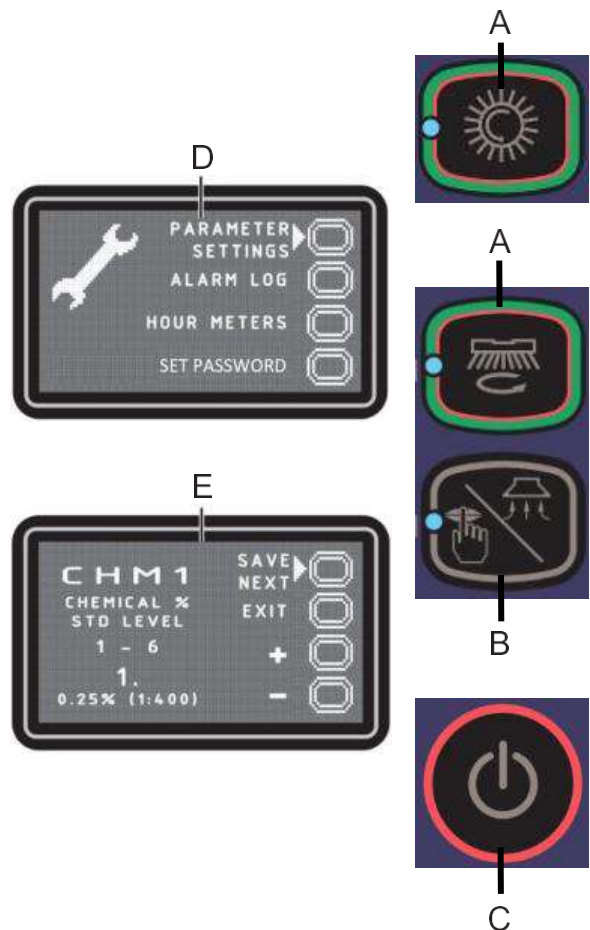

Figure 7
Écran principal (D, Fig. 7)
Écran paramètres de la machine (E, Fig. 7)
Pour revenir à l'écran principal (D, Fig. 7), appuyez sur le bouton (A) pour déplacer la flèche sur « EXIT » puis sur le bouton (B).
Pour revenir à l'écran principal (D, Fig. 7) appuyer sur le bouton (B).
2. Appuyer sur le bouton (B) pour l'enregistrer et revenir à l'écran principal (D, Fig. 7).